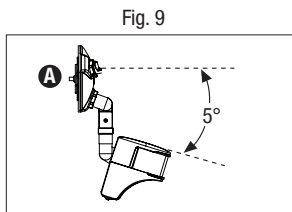

Fig. 9
3. Encienda el accesorio (A). Deje que se caliente aproximadamente por 90 segundos antes de hacer pruebas. (La luz puede o no encenderse durante el periodo de tiempo de calentamiento; esto es normal).
- Para el montaje a una altura de 8' (2,45 m), colocar el detector a un ángulo de 5° debajo del nivel horizontal debe funcionar bien para la mayoría de las ubicaciones (Fig. 9).